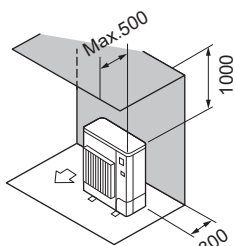

Fig. 2-8
- (2) Solo ostacoli posteriori e superiori (Fig. 2-8)